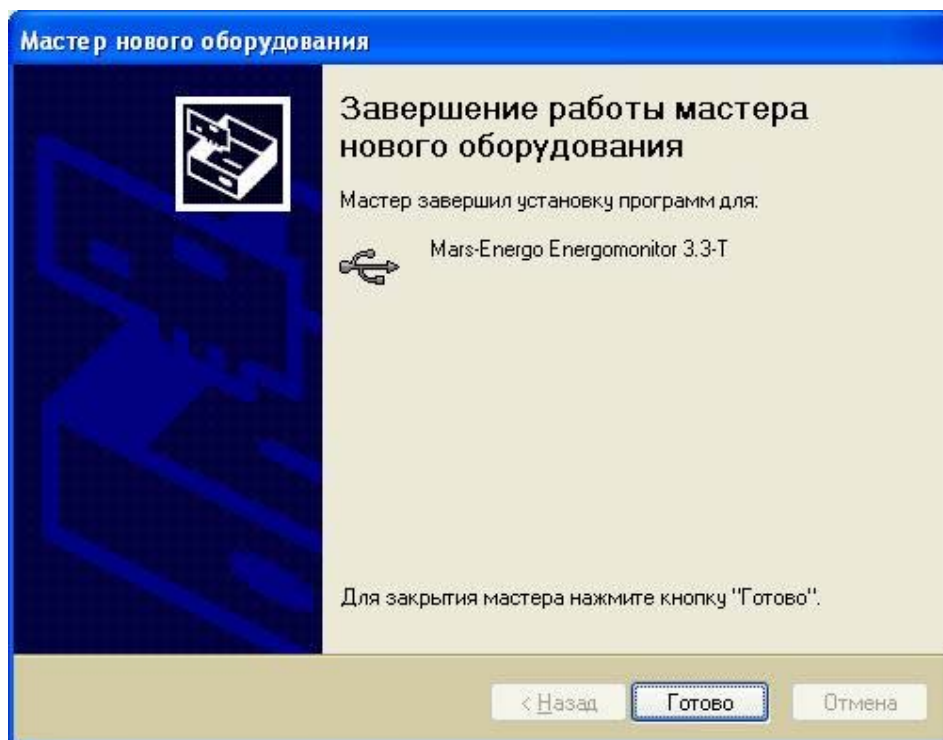

Рис. 6
6. Когда файлы драйвера будут скопированы, откроется окно для завершения установки (рис. 6). Нажмите «Готово». Драйвер USB для Прибора ЭМ-3.3Т (ЭМ-3.3Т1) будет успешно установлен.